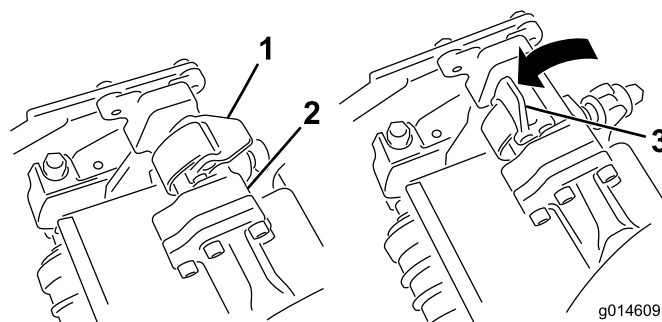

Figura 30
3. Com os fechos na barra do braço de suspensão a apontar para cima (i.e. abertos) (Figura 30), empurre o braço de suspensão para baixo de forma a que a barra passe pela barra através da parte superior da unidade de corte (Figura 31).
4. Feche os fechos para baixo e em redor da barra da unidade de corte e bloqueie-os no sítio (Figura 30).
- Abra os fechos na barra do braço de suspensão da unidade de corte que está a remover (Figura 30).